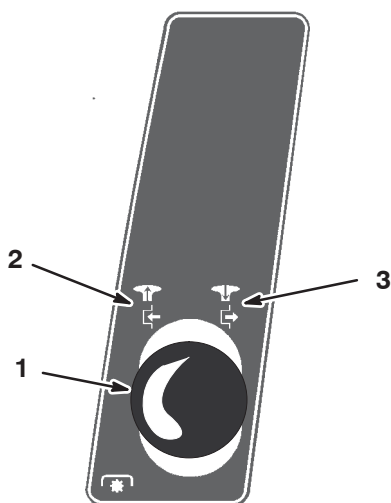

Figure 4
2. Tirez la commande des lames (PDF) en position Engagée (Fig. 4).
2. Poussez la commande des lames (PDF) en position Désengagée (Fig. 4).